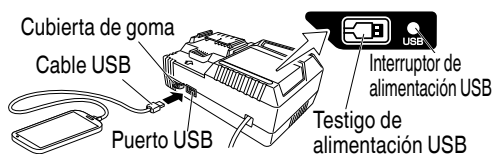

Fig. 9
- (2) Encienda el enchufe de alimentación USB (Fig. 9)
- (3) Conecte el cable USB. (Fig. 9)
- Apague el interruptor de alimentación USB y desenchufe el cable de alimentación de la toma de alimentación eléctrica. (Fig. 9)